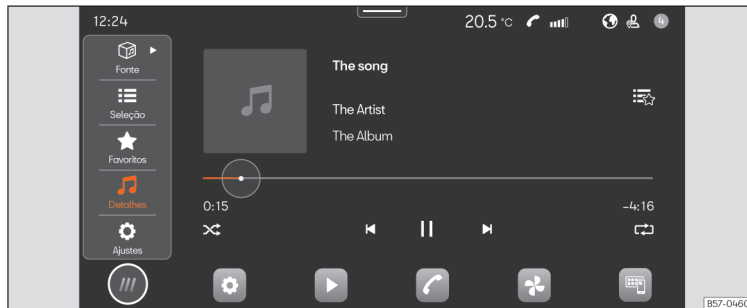

Fig. 133 Representação esquemática: Vista Multimédia.
- Pressione **HOME** > ► >>> **Fig. 133**.